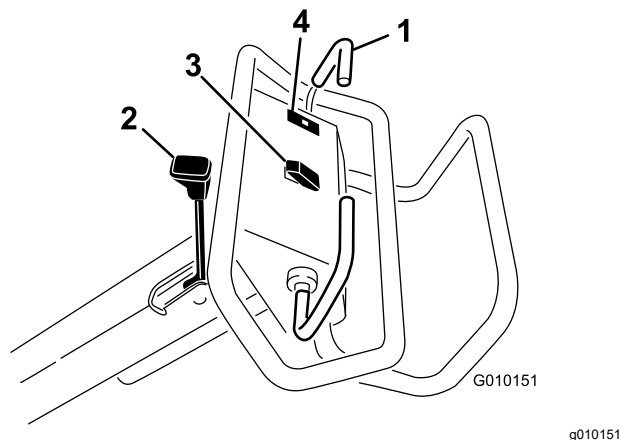

Figure 13
Pour avancer, poussez la barre de commande de déplacement en avant. Pour reculer, tirez la barre de commande de déplacement en arrière (Figure 13).
- Pour serrer le frein de stationnement, rapprochez le levier de la poignée de commande (Figure 13).
Le témoin de pression d'huile (Figure 13) s'allume quand la pression de l'huile moteur descend au-dessous du niveau admissible. Si c'est le cas, coupez le moteur et recherchez la cause de la baisse de pression. Effectuez les réparations nécessaires avant de remettre le moteur en marche.
Levée – Appuyez sur le haut du commutateur (Figure 13) pour lever la tête d'aération et la désengager. Le moteur doit tourner pour produire la pression de levage. Si la tête d'aération est en dessous de la hauteur de transport, voir Réinitialisation du circuit de commande du système (page 27).
Abaissement/engagement - Appuyez sur le bas du commutateur (Figure 13) pour abaisser et engager la tête d'aération. La barre de commande de déplacement doit être en position avant pour activer le commutateur.